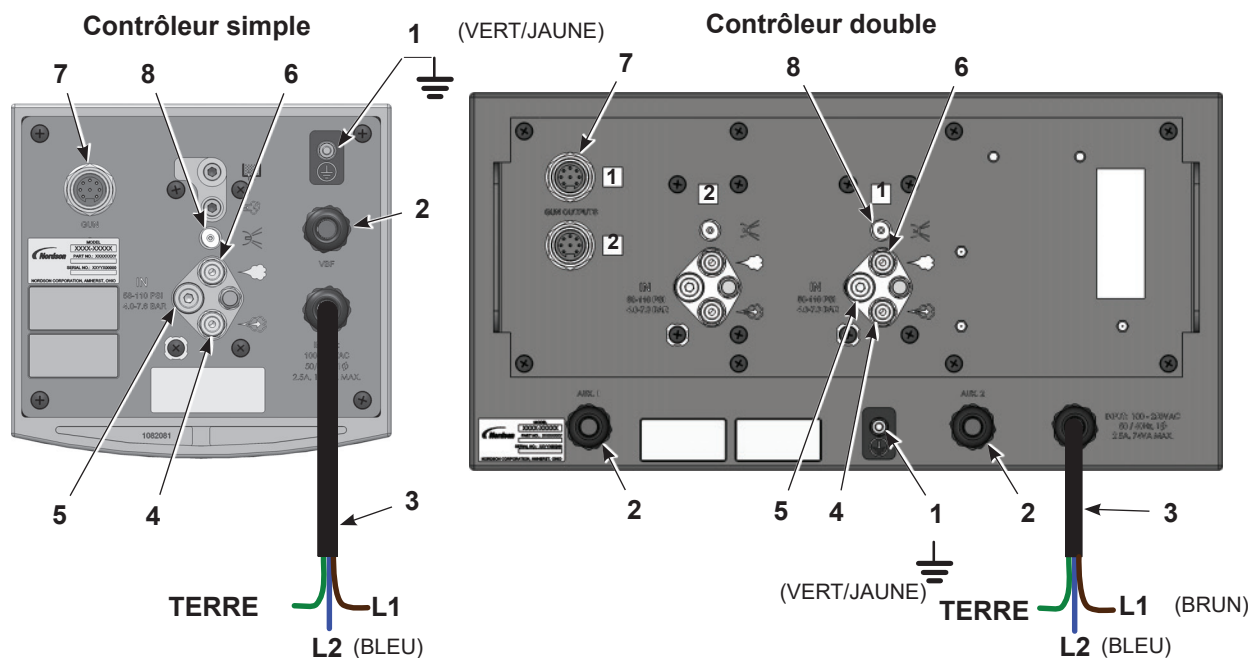
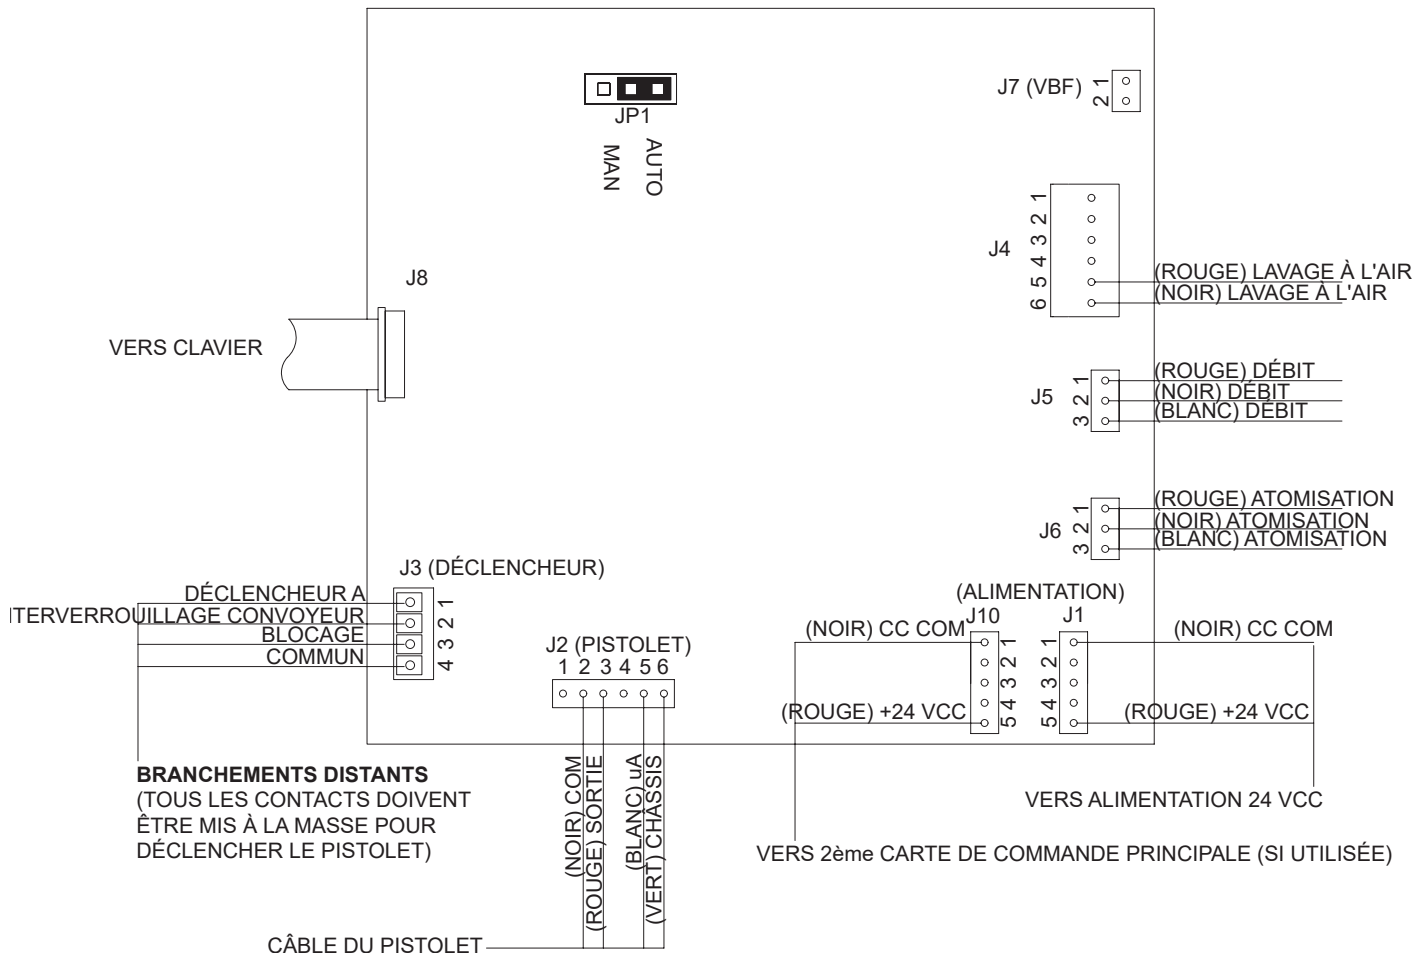
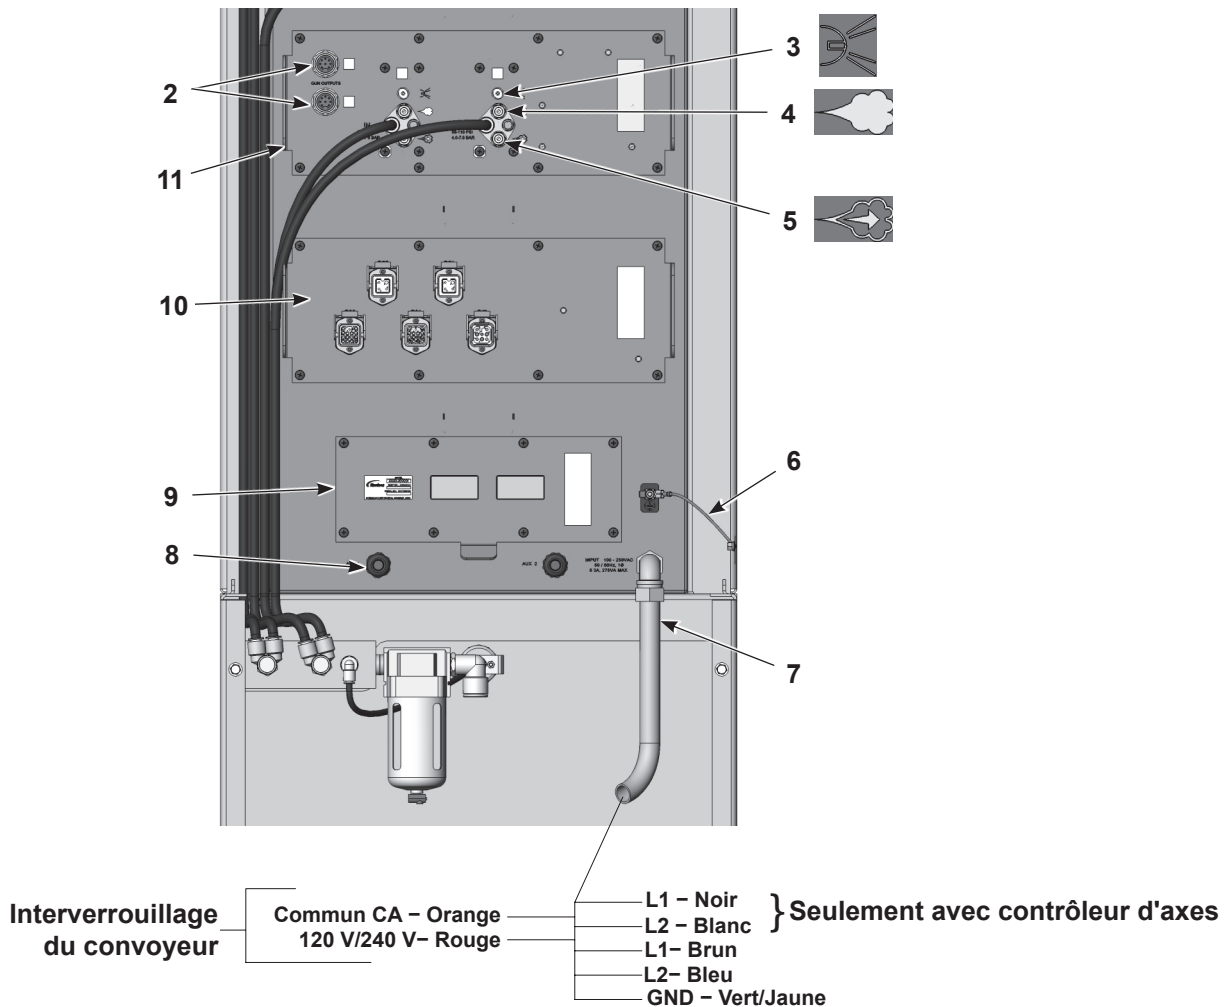

Figure 3-4 Branchements du contrôleur automatique pour un/deux pistolets
Figure 3-5 Contrôleur automatique pour un/deux pistolets – Branchements de la carte de commande principale Déclencheur/Interverrouillage/Blocage
Figure 3-6 Contrôleur pour plusieurs pistolets – Branchements de l'alimentation, de l'air et du pistolet (capot arrière et panneau actionneur arrière déposés)
Monter le contrôleur sur une surface plane en laissant autour de lui suffisamment d'espace pour le raccordement de l'alimentation, de l'air et du câble du pistolet au panneau arrière. Voir les dimensions à la Figure 3-4.
Effectuer les raccordements comme illustré dans la Figure 3-4. Voir la Figure 3-5 pour les branchements du déclencheur à distance, de l'interverrouillage du convoyeur et du blocage à distance.
Voir la Figure 3-5. Amener les câbles du déclencheur et d'interverrouillage dans le boîtier à travers les anti-tractions AUX ou VBF et les raccorder aux bornes J3 sur la ou les carte(s) de commande principale(s). Les circuits Déclencheur A, Interrouillage convoyeur et Blocage sont tous des circuits à commutation à la masse. Ces circuits fonctionnent à 10 mA ± 1.
Effectuer les raccordements comme illustré dans la Figure 3-6. Voir la Figure 3-5 pour les branchements du déclencheur externe et de l'interverrouillage du convoyeur.
Voir la Figure 3-4. La pression d'alimentation pneumatique du contrôleur doit être de 4,0–7,6 bar (58–110 psi).
1. Voir la Figure 3-4 ou la Figure 3-6. Raccorder le tuyau transparent de 4 mm de lavage à l'air de l'électrode aux raccords de lavage à l'air sur les panneaux du contrôleur de pistolet.
1. Voir la Figure 3-4 ou la Figure 3-6. Brancher les tuyaux à air de débit (noir) et d'atomisation (bleu) de 8 mm aux raccords du contrôleur de pistolet.
Voir la Figure 3-5. Le cavalier JP1 sur la carte de commande principale du pistolet doit se trouver en position AUTO pour garantir un fonctionnement correct avec les pistolets de pulvérisation automatiques. En position MAN, le déclenchement à distance des pistolets est impossible. Consulter la section *Dépannage* pour modifier la position du cavalier.